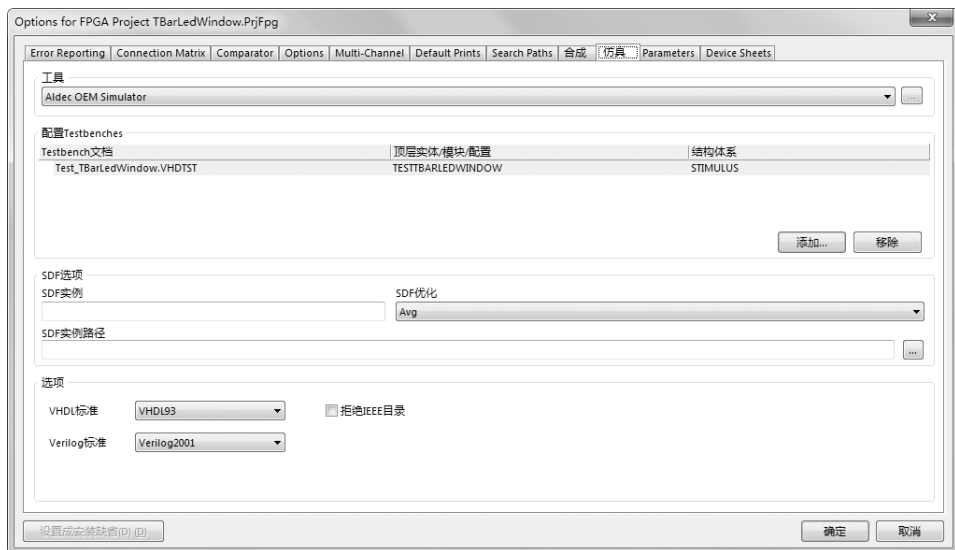

图 14-22 “仿真”选项卡
(3) 选择菜单栏中的“工程”→“工程参数”命令，在打开的对话框中选择“仿真”标签，打开“仿真”选项卡，如图 14-22 所示。